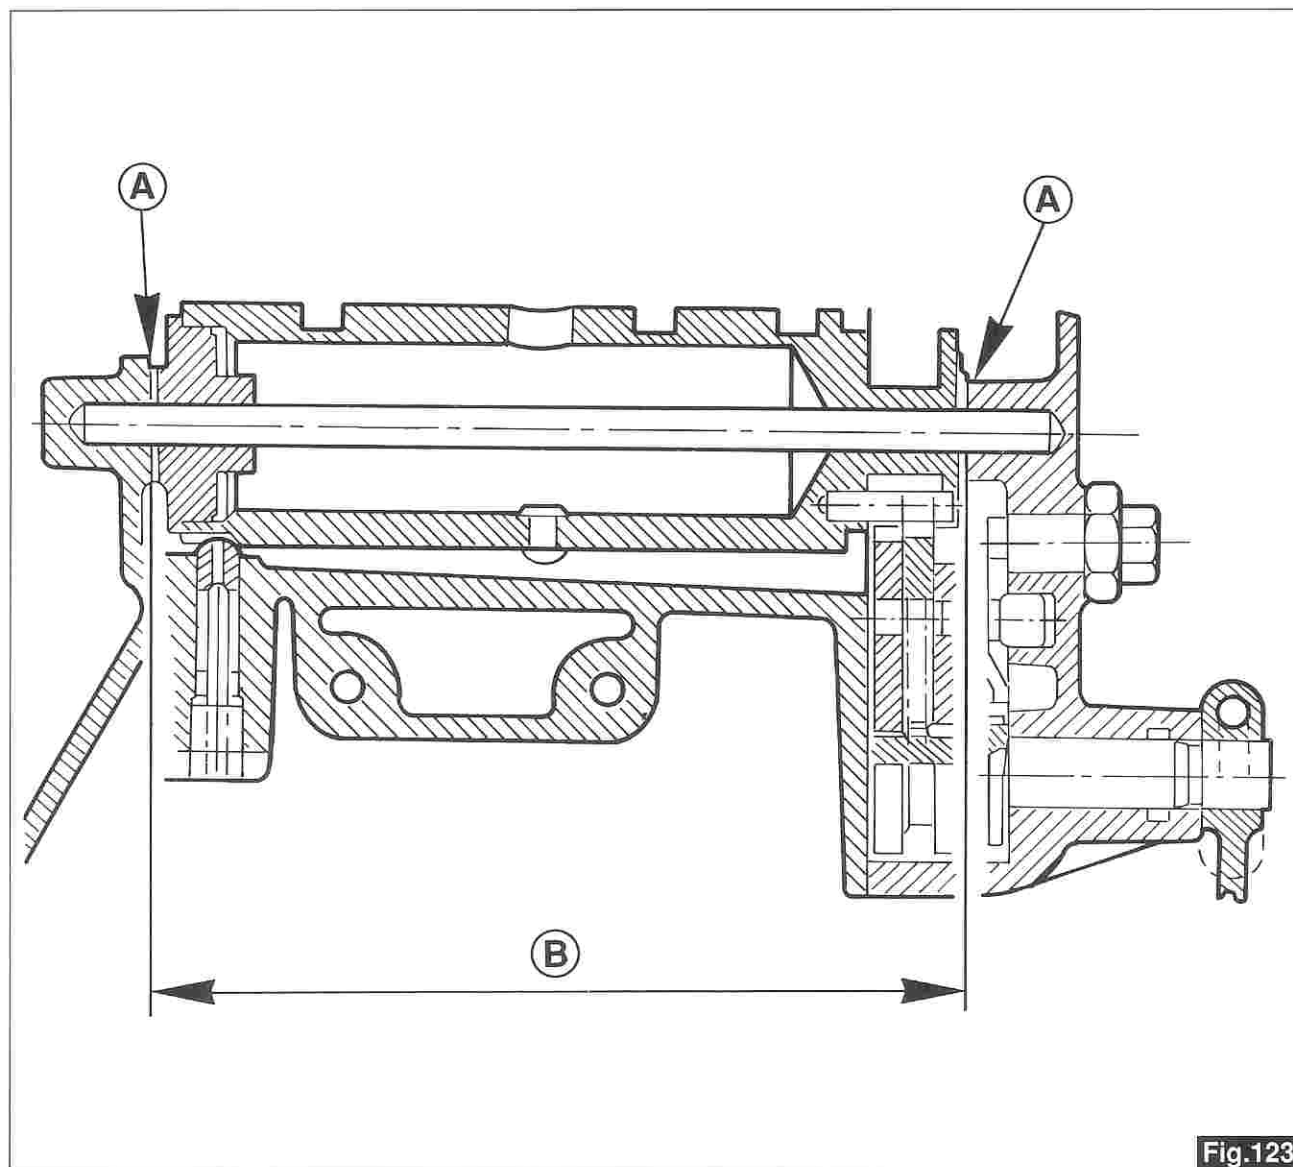

Fig.123
N.B. il pacco dell'albero desmodromico «B», (fig.123) comprensivo dei rasamenti laterali deve essere inferiore di mm 0,2 ÷ 0,3 alla quota delle battute delle sedi di alloggiamento laterale «A»; quanto sopra per permettere una libera rotazione dell'albero desmodromico.
N.B. The total measurement of control fork shaft «B», (fig.123) inclusive of lateral shim adjustments, must be less than 0.2 - 0.3 mm. at the level of lateral housing stops «A»; this is necessary to permit the control fork shaft to rotate freely.